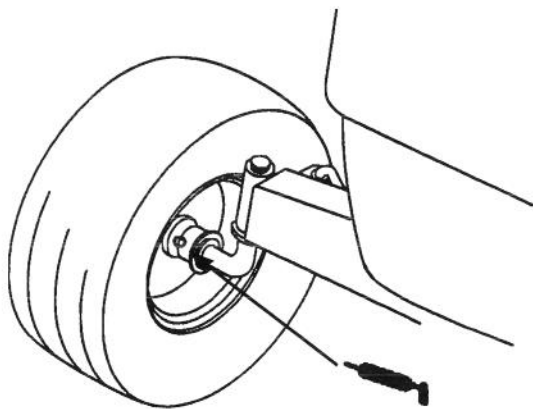

Figure 13
1. Lubrifier les roues avant jusqu'à ce que la graisse commence à s'écouler des roulements (Fig. 13).